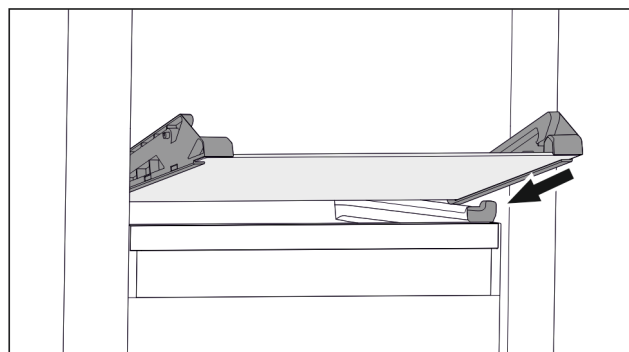

Fig. 109 Placa de sticlă a sertarului înclinabil
- ▶ Așezați placa de sticlă oblic în spatele opritoarelor. (vezi Fig. 109)